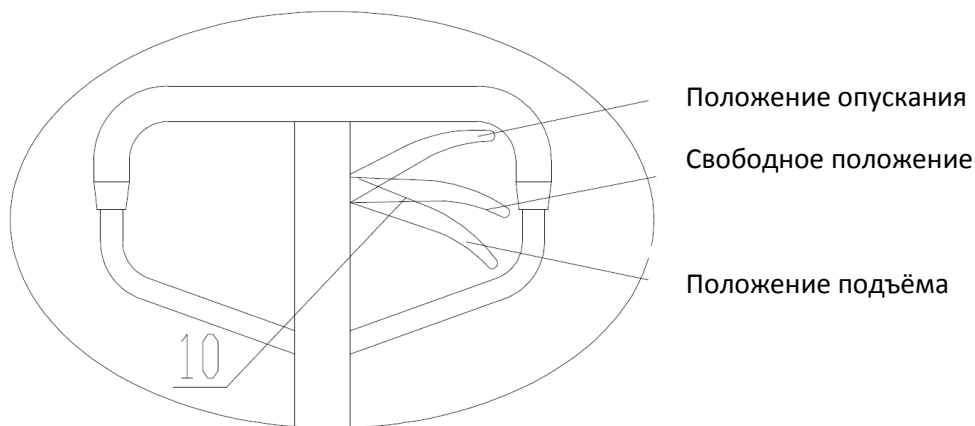

Рис. 5.
4.1. После сборки тележки попробуйте покачать рукоятку и поработать при разных положениях ручки управления 10 с целью проверки работы на подъём, опускание и в свободном положении. Убедитесь, что тележка работает нормально при различных положениях ручки управления (см. рис. 5).
5.3. Если ручка управления 10 находится в положении подъёма (см. рис. 5), при качании рукоятки тележка будет работать на подъём.
5.4. Если ручка управления 10 находится в свободном положении (см. рис. 5), тележка готова к движению. При качании рукоятки тележка не будет работать ни на подъём, ни на опускание. Таким образом, возможна транспортировка груза.
5.5. Если ручка управления 10 находится в положении опускания (см. рис. 5), вилы тележки автоматически опустятся.